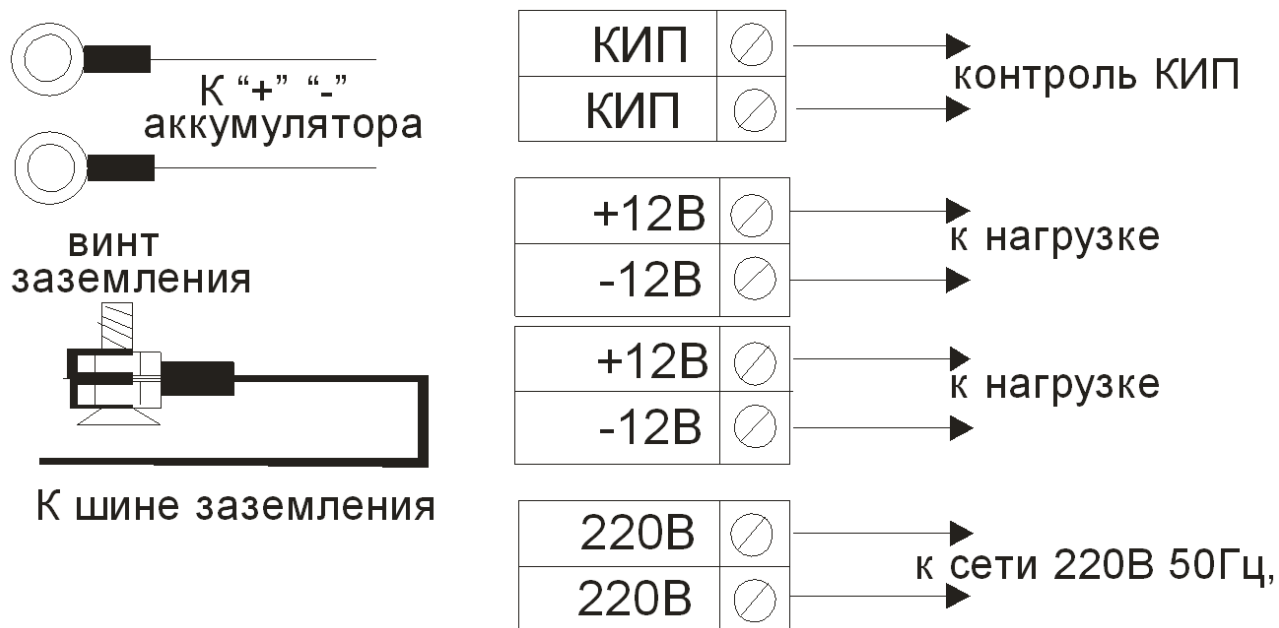

Рис.1
- установите аккумуляторы, выполните подключение нагрузки, шлейфа КИП, и аккумуляторов согласно монтажной схеме (рис.1) соблюдая полярность;